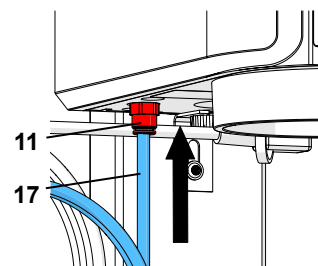

図. 5-a
従来の装置では、入力フィルター (12) が装置の外部に配置されています (図5-B)。この場合には、エアーホース (17) を入力フィルター (12) に差し込みます。その際、軽く抵抗を感じます。